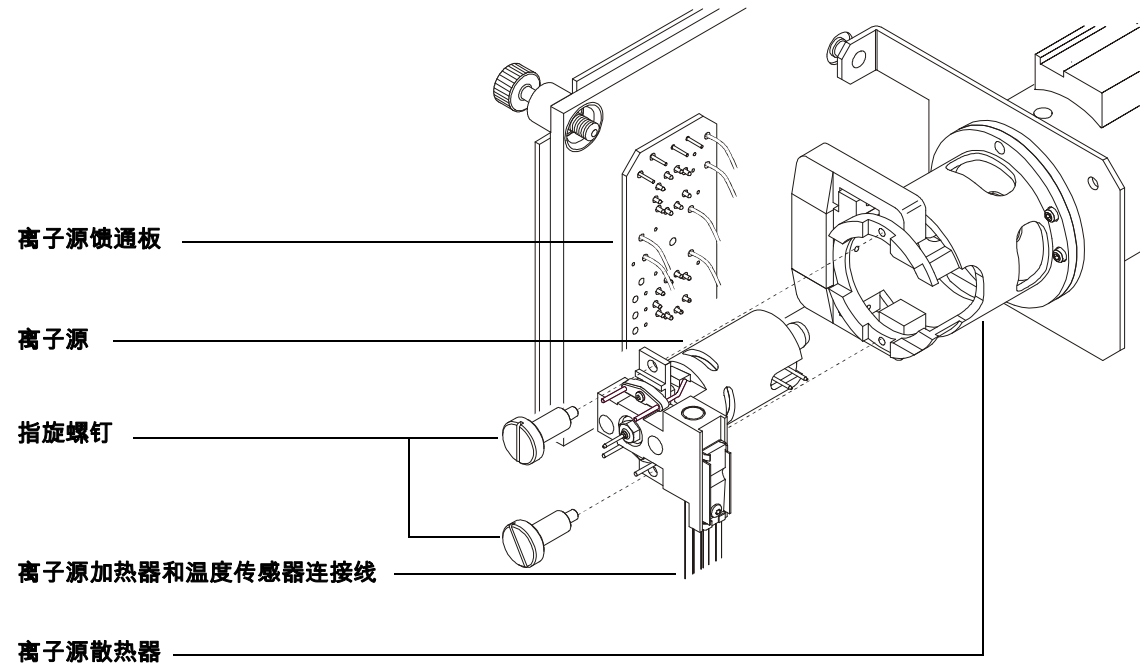

图 31 卸下离子源
- 3 从离子源上拔下七根接线。不要过分弯折这些接线（图 31 和 表 18）。